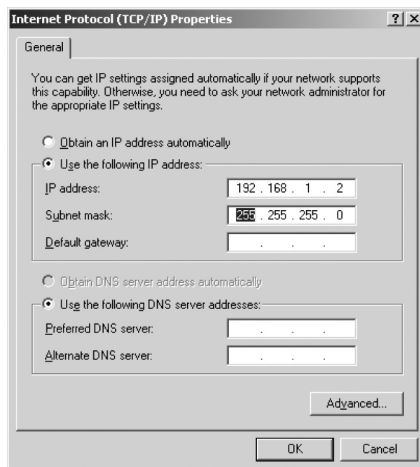

Рис. 8. Окно свойств протокола Интернета (TCP/IP)
6. Установите переключатель *Use the following IP Address* (Использовать следующий IP-адрес) и введите параметры, показанные на рис. 8.